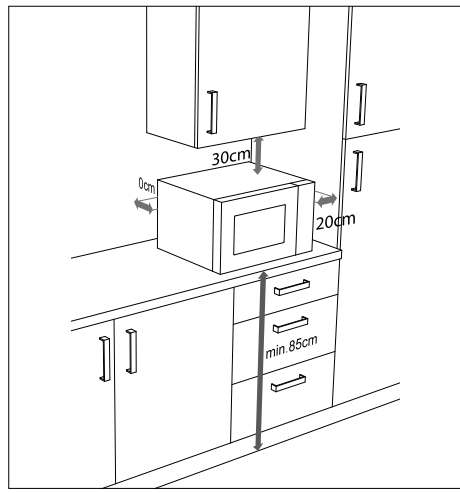

Fig. 3 – Distanza dell'apparecchio
- ▶ Per assicurare un'aerazione sufficiente, è necessario mantenere le distanze indicate nella **"Fig. 3 – Distanza dell'apparecchio"**. Il distanziatore sulla parte posteriore dell'apparecchio deve poggiare contro la parete per garantire la corretta distanza tra parete e forno a microonde al momento del posizionamento.